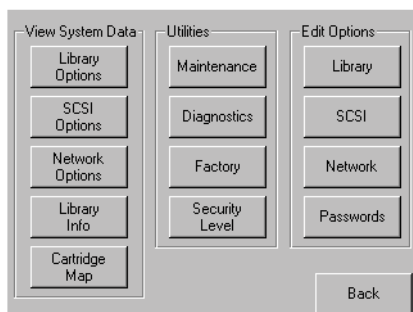

図3-2: メニュー画面
2. GUIの[Edit Options]エリアにある[Library]ボタンを押します (図3-2を参照)。
2. GUIの[Edit Options]エリアにある[Library]ボタンを押します（図3-2を参照）。